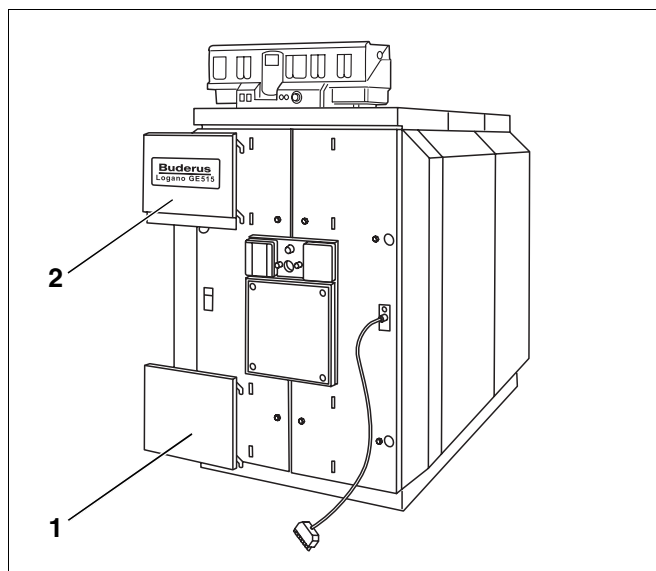

Fig. 58 Montarea măștilor ușii arzătorului
- Măștile ușii arzătorului se agață în îmbrăcămintea ușii arzătorului (fig. 58, **poz. 1 și 2**).